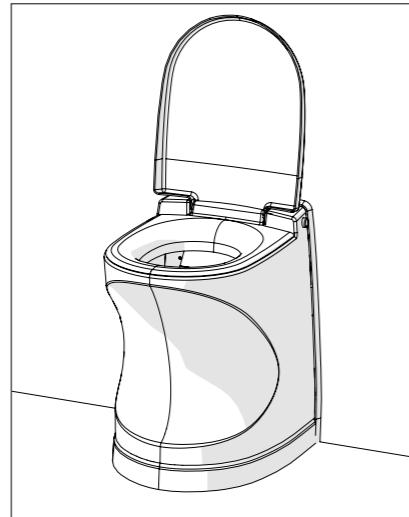

Ilustración 2
3. Baje el asiento. El inodoro está listo para su uso (ilustración 2).